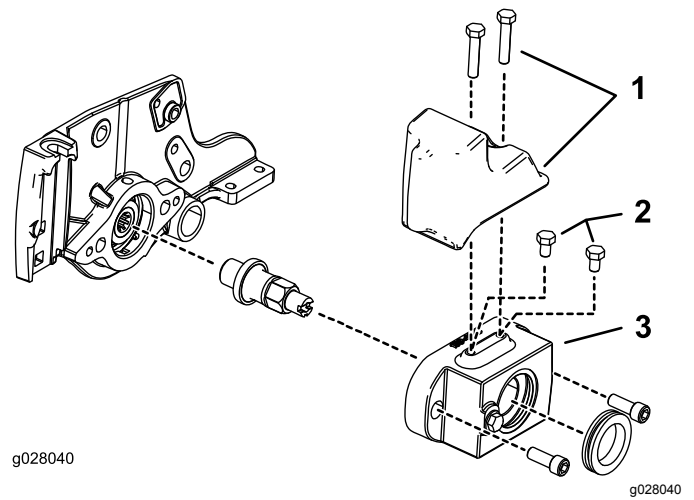

Figura 5
- **Para un motor de molinete de transmisión hidráulica:** Instale 2 pernos (5/16" x 1/2") en la parte superior del alojamiento del cepillo del rodillo, tal y como se muestra en la Figura 5 (motores de molinete de 12,7 cm hidráulico solamente).
- **Para un motor de molinete de accionamiento eléctrico:** Solicite e instale 1 contrapeso (Pieza N° 127-4259-03) y 2 pernos (Pieza N° 322-7), tal y como se muestra en la Figura 5.